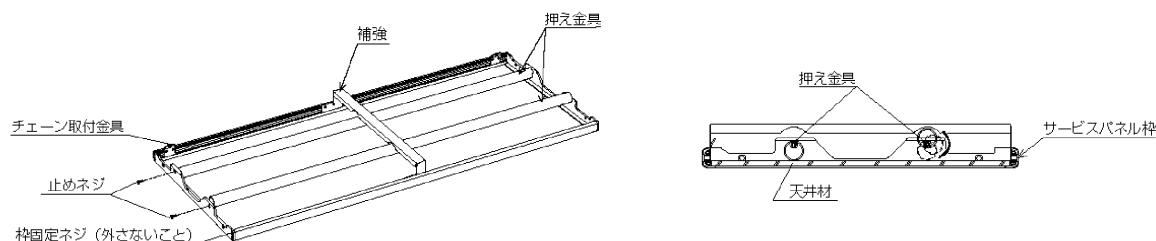

図16
- ・押さえ金具を回転し、天井材を押込み、ネジを締付け固定します。(図16参照)